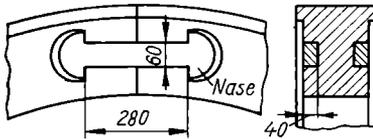

Bild 24
44. Die beiden Ringhälften eines geteilten Schwungrades sind an der Stoßfuge durch Schrumpflaschen nach Bild 24 verbunden. Die Länge der letzteren ist so bemessen, daß sie in angewärmtem Zustande genau 280 mm Abstand der Nasen haben,